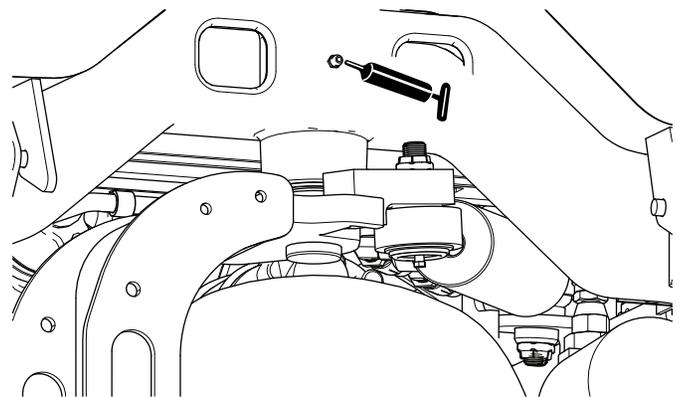

Figura 52
- Pivote de dirección (Figura 52)